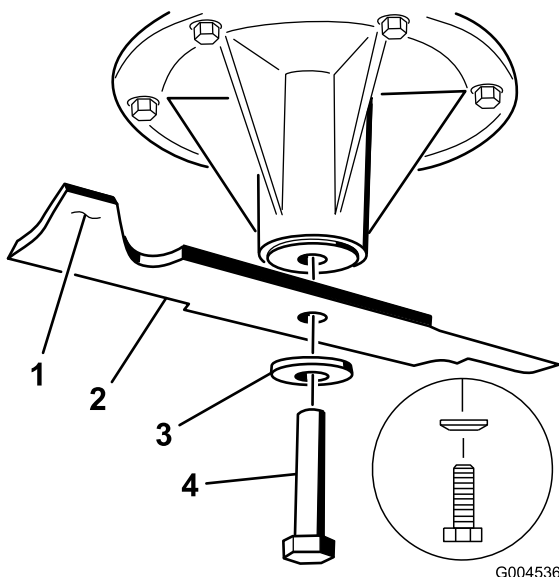

Figura 9
2. Montate le nuove lame sui fuselli con le rondelle e i bulloni della lama precedentemente rimossi (Figura 8 o Figura 9).
4. Per i tosaerba GrandStand e i tosaerba con piatto di taglio flottante, serrate il bullone della lama a un valore compreso tra 115 e 150 Nm (Figura 9).